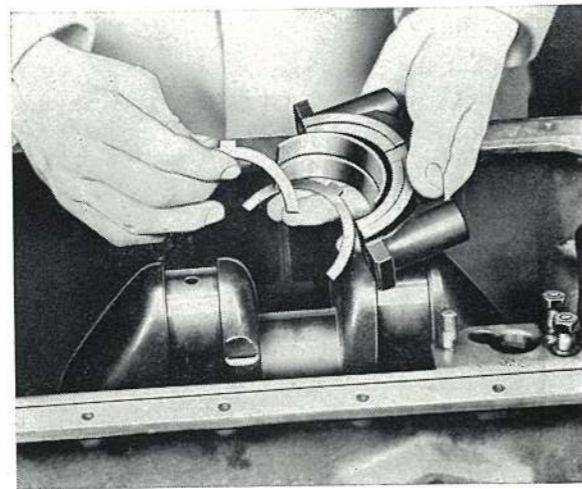

FIG. 29
6. Enlever le chapeau du palier central avec son coussinet et les deux rondelles de poussée. (fig. 29).